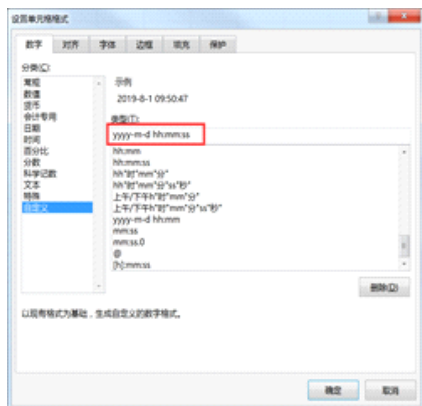

图6-1-5 自定义时间格式
1. 需要将时间字段TIME修改格式, 选中时间行列, 鼠标右击选择"设置单元格格式", 在打开的设置单元格格式窗口左侧选择"自定义", 在红色框中输入: yyyy-m-d hh:mm:ss。如图6-1-5所示。